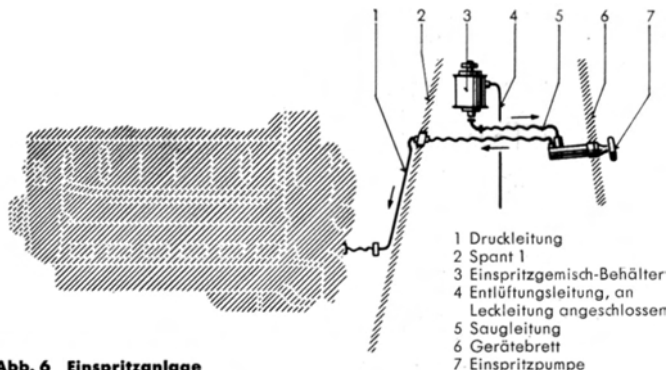

Abb. 6 Einspritzanlage
Die Anlaßanlage (Abb. 5) besteht aus dem am Flugmotor angeflanschten Bosch-Schwungkraftanlasser (1) und der Einspritzanlage (Abb. 6), die das Anspringen des Motors unterstützt.
Zum leichteren Anspringen des Motors beim Anlassen dient eine Einspritzanlage (Abb. 6), die aus SUM-Einspritzpumpe (7) Gemischbehälter (3) und den zugehörigen Leitungen (1,4, 5) besteht.